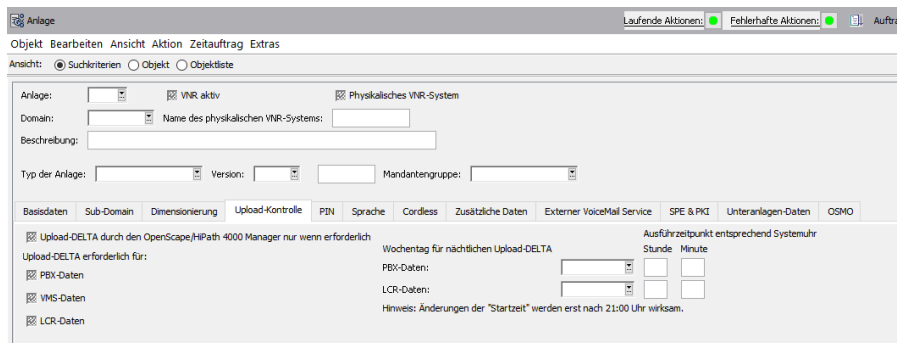

Figure 69: Das Register "Upload-Kontrolle" im Dialogfenster "Anlage"
- b) Fall 2: Es wurden bereits Uploads durchgeführt Wenn zuvor bereits Upload-Vorgänge durchgeführt wurden, stehen in Configuration Management folgende Upload-Typen zur Auswahl (siehe Bild 69):